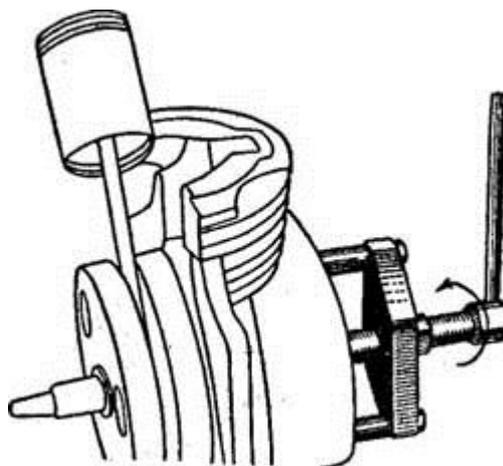

Рис. 95. Выпрессовка коленчатого вала из левой половины картера силового агрегата
1. Закрепить болты съемника в резьбовых отверстиях винтов крепления левой крышки картера (рис. 95). При этом длинный болт должен быть завернут в верхнее отверстие, так как в нем резьба начинается на расстоянии 10 мм от плоскости разъема.